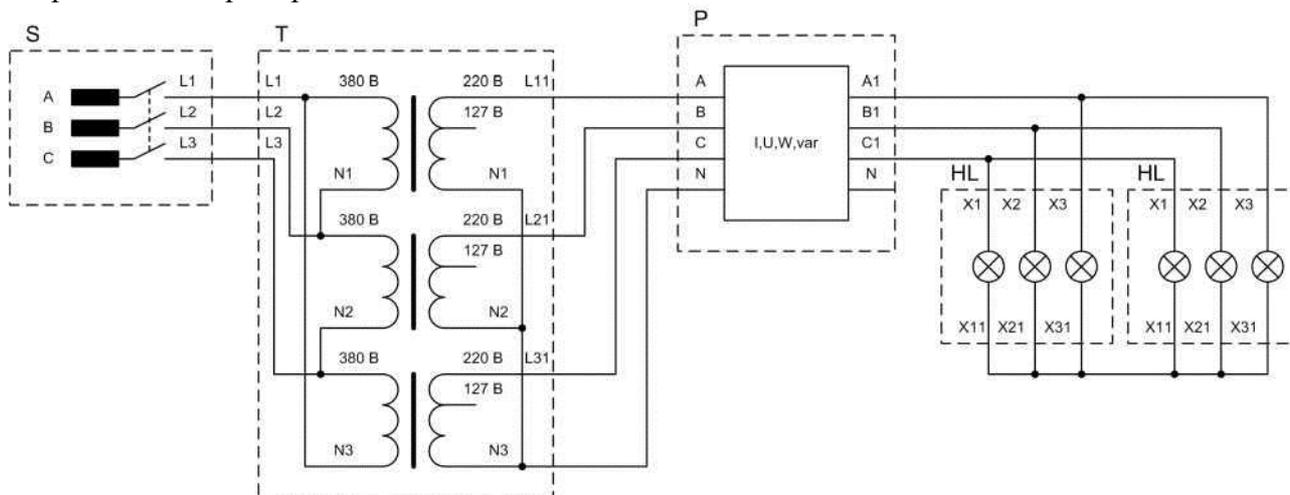

Рис. 3.1
2. Собрать схему лабораторных испытаний, представленную на рис. 3.1. Схема содержит трехфазный источник питания S (модуль трехфазной сети), подающий напряжение на трехфазную группу силовых трансформаторов Т, содержащую три однофазных трансформатора (модуль однофазных трансформаторов) имеющих схему соединения обмоток «треугольник-звезда». В качестве трехфазного потребителя используется два модуля осветительной нагрузки HL (модуль осветительной нагрузки), получающих питание от вторичных обмоток силового трансформатора Т через модуль измерителя мощности Р, схема подключения нагрузки — звезда без нулевого провода. В качестве измерителя мощности Р используется универсальный измерительный прибор типа DM2436AB.